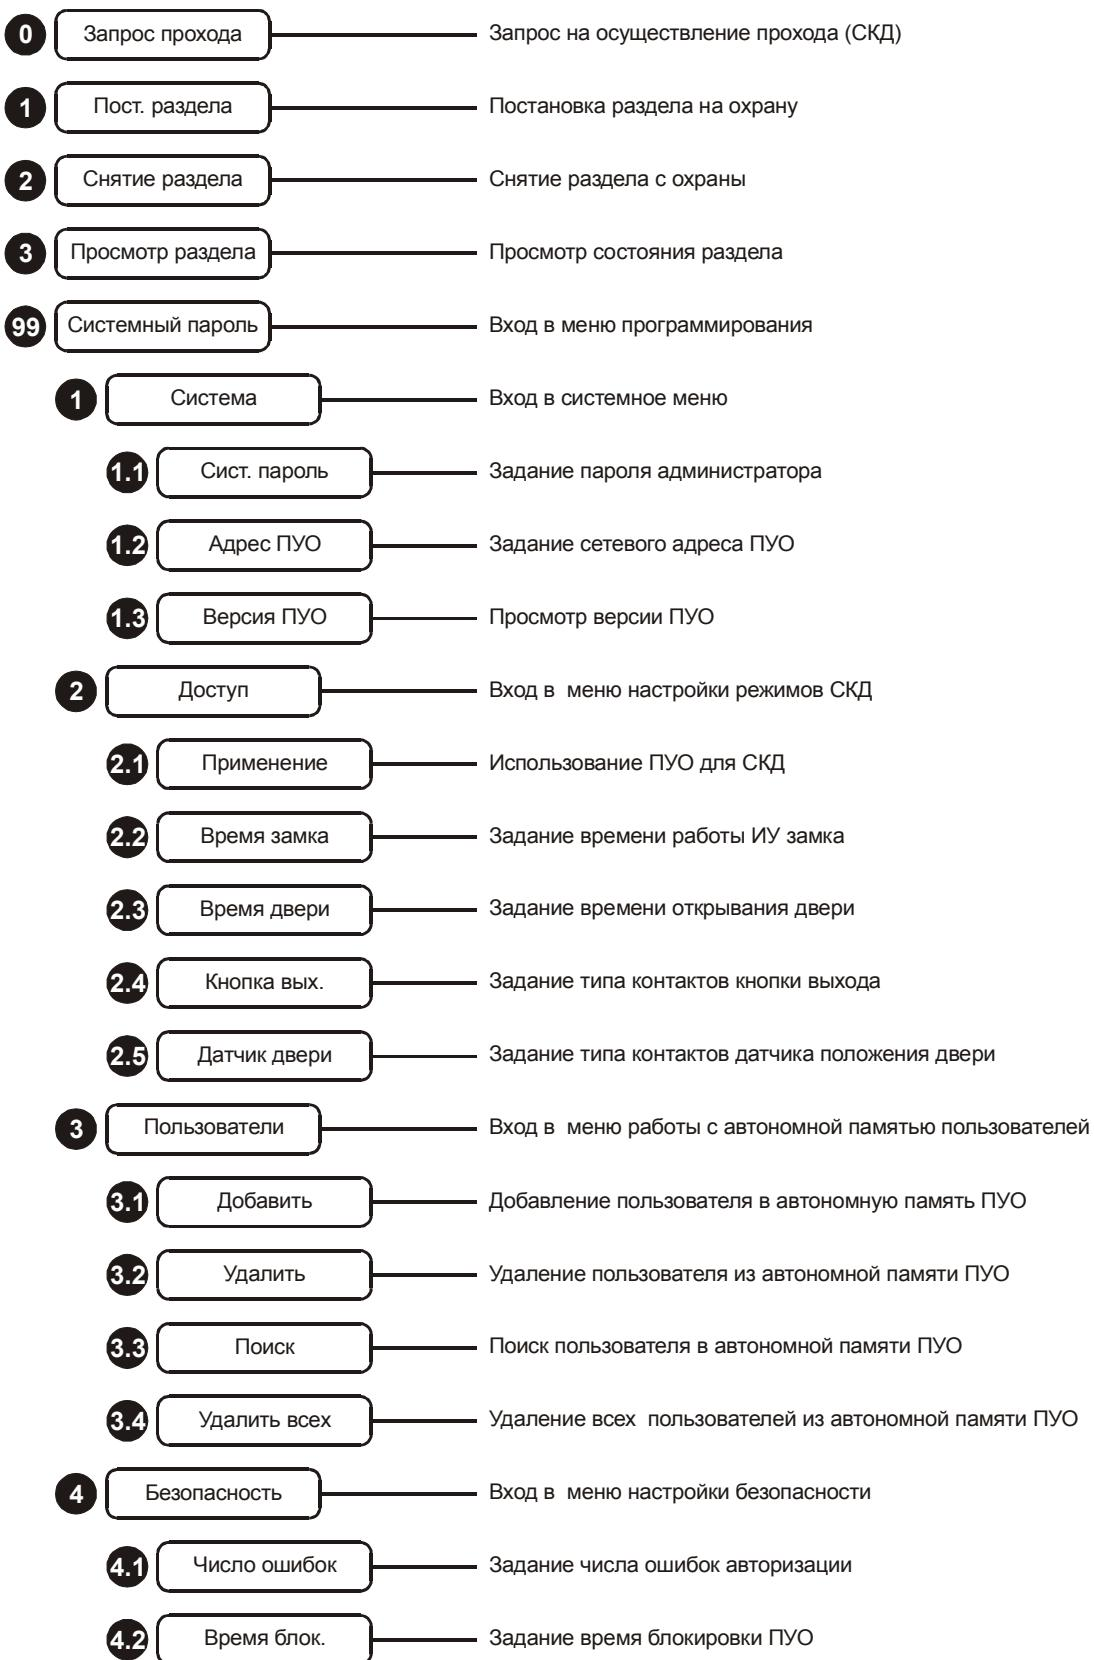

Рис. 4 Карта меню ПУО
6.1 На Рис. 4 приведена карта меню ПУО
6.4 Меню программирования ПУО состоит из четырех подменю (Рис. 4)